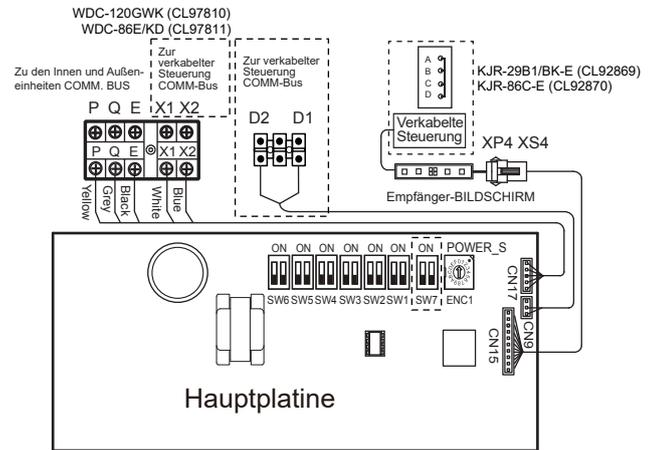

Abbildung 6.10
- Die Anschlüsse X1/X2, D1/D2 an den Seiten der Hauptsteuerplatine und der unidirektionale Kommunikationsanschluss (auf der Anzeigeplatine) sind für verschiedene Arten von verkabelten Steuerungen vorgesehen (siehe Abb. 6.10).